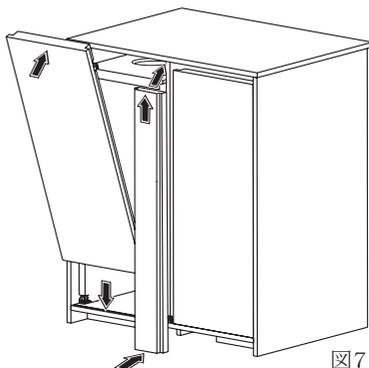

図7
- ▷ 図7:キャビネット内でのコンプレッサーのセットアップが完了したら、キャビネットを閉じます。キャビネット正面板の支柱を取り付けます。最後に左右の正面板を取り付けます。